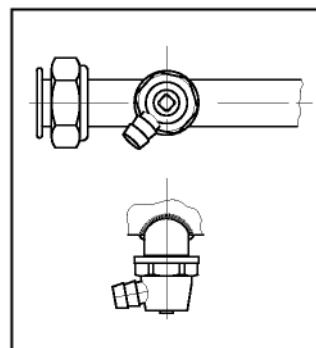

рис. 20
- Для полного опорожнения системы отопления использовать кран поз. 200 (см. рис. 20 и 24). Использовать для спуска клапаны радиаторов. Если между котлом и системой отопления имеются рабочие задвижки, проверить, что они полностью открыты. Если котел установлен выше радиаторов, та часть системы, которая включает в себя радиаторы, должна быть опорожнена частично.